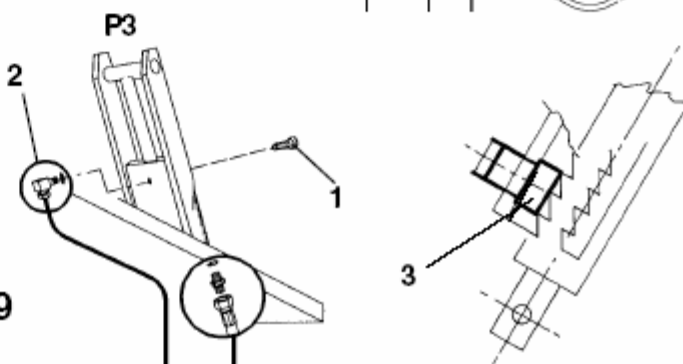

Рис. 29
**К рис. 29.** Если гидравлическая система разобрана или платформа **P4** поднята без помощи пульта управления, действуйте следующим образом: